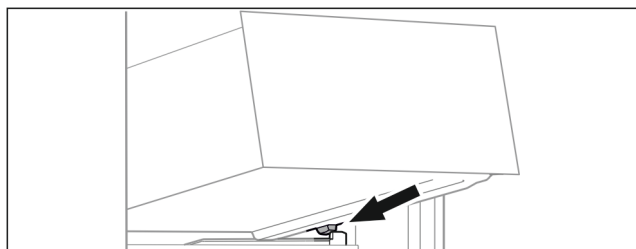

Fig. 28
- ▶ Coloque el cajón inclinado detrás de los toques sobre la nervadura para recipientes. (consulte Fig. 28)